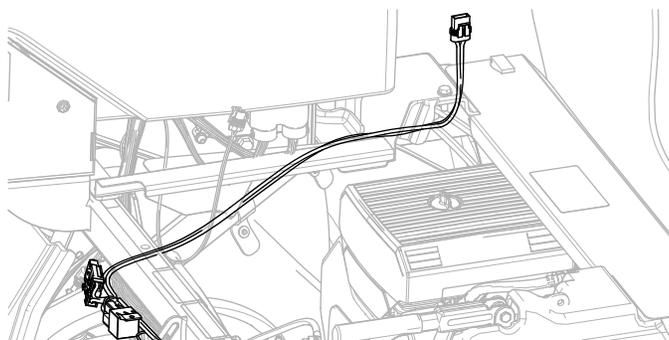

Figura 5
2. Encaminhe a cablagem de alimentação sob o lado direito do tubo do amortecedor e sob a cobertura inferior da consola (Figura 5).